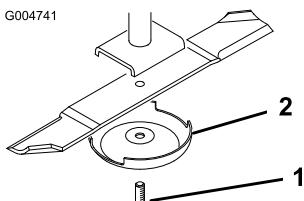

Figura 91
- Fixe a extremidade da lâmina utilizando um pedaço de tecido ou uma luva grossa. Retire o parafuso da lâmina, o recipiente anti-danos e a lâmina do eixo (Figura 91).